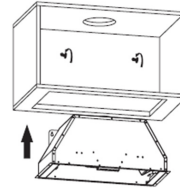

Fig. 6.
**4.** Coloque la compartimento en el interior del mueble y cuélguelo en los tornillos de la pared (cf. ilustración 6).